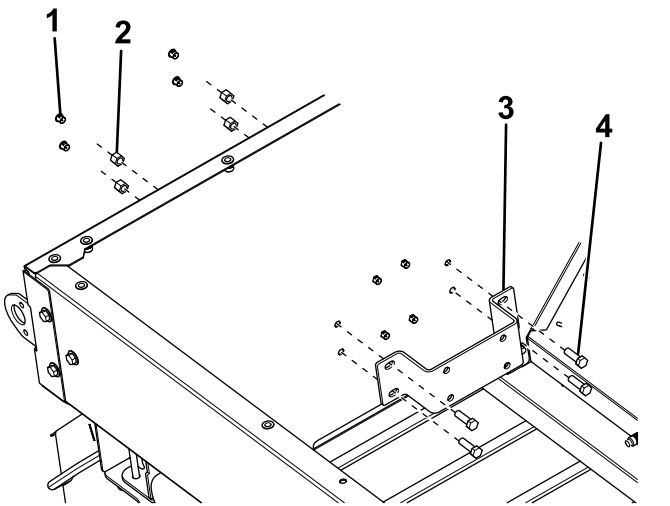

Figura 13
- 3. Retire y deseche los 4 tapones exteriores de la parte trasera del esparcidor (Figura 13).
- 4. Sujete un soporte de montaje del deflector al interior de la parte trasera del esparcidor con 4 pernos ($\frac{3}{8}$ " x $1\frac{1}{4}$ ") y tuercas (Figura 13).